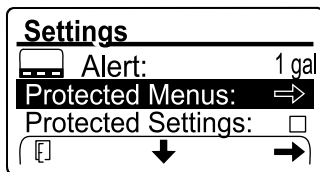

Figura 108
1. Introduzca el código PIN para la opción de PROTECTED MENUS (Menús protegidos) (Figura 108), consulte Acceso a los menús protegidos \(página 25\).